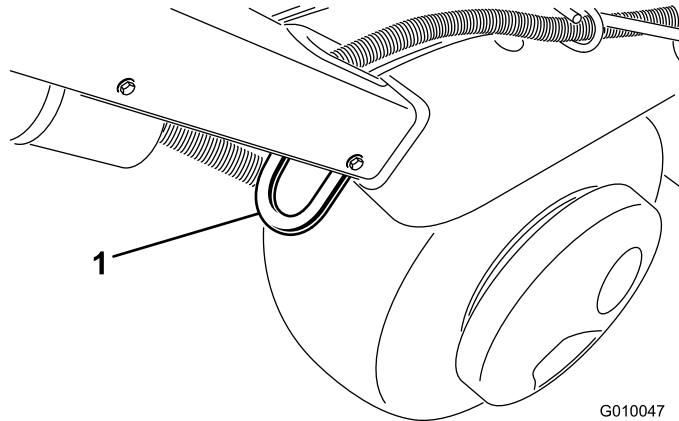
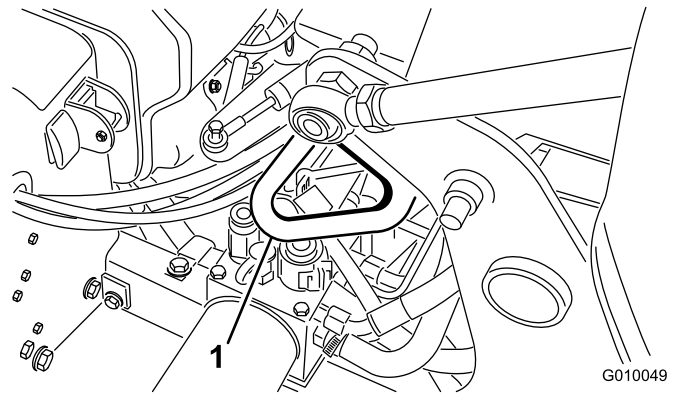

図 33
図 35
3. 機体についているロープ掛けポイント（図 33～図 35）を使い、チェーンやロープなどでしっかりと固定する。